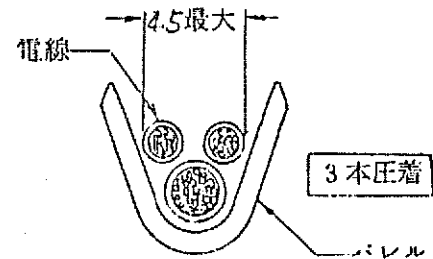

Fig. 7
3. 3本圧着の場合は、電線をFig 7のように重ねて圧着する。
この場合、絶縁被覆外径の規制は、Fig 7の通りである。但し3本のうち2本の外径が同一の場合は、この2本を横並びとする。又3本とも外径が違い場合は、径の小さい2本を横並びとする。